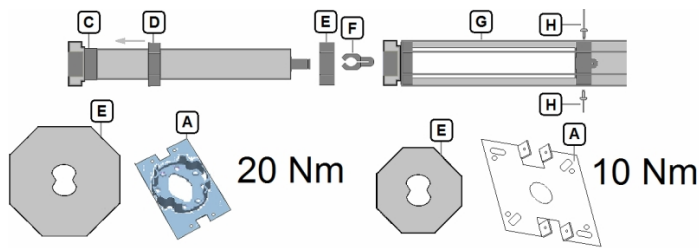

Abbildung 2
1. der Einsatz eines speziellen Mitnehmers, der mit dem Motor geliefert wird (Abbildung 2 – E),